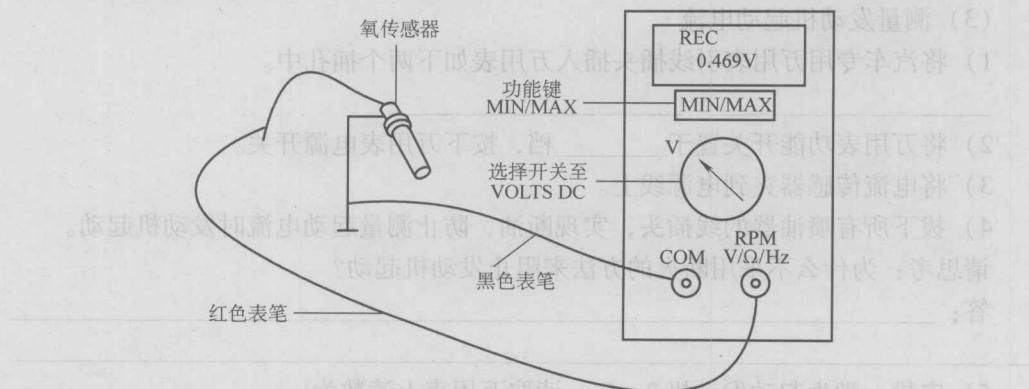

图 1-3 氧传感器输出电压的测量
① 将万用表功能选择开关置于\_\_\_\_\_档。
② 将转速专用插头插入\_\_\_\_\_座孔及\_\_\_\_\_座孔中。
③ 将红黑两表笔分别接到点火线圈\_\_\_\_\_及\_\_\_\_\_上。
④ 按下万用表电源开关,读取发动机怠速转速为\_\_\_\_\_r/min。
⑤ 测量完毕,取下并收好转速传感器及其引线。
② 将正负表笔插入\_\_\_\_\_座孔及\_\_\_\_\_座孔中。
③ 将负表笔搭铁,正表笔接在\_\_\_\_\_引出线上。
④ 按下万用表电源开关,读取初级点火线圈闭合角为\_\_\_\_\_°。
3) 测量氧传感器信号, 如图 1-3 所示。